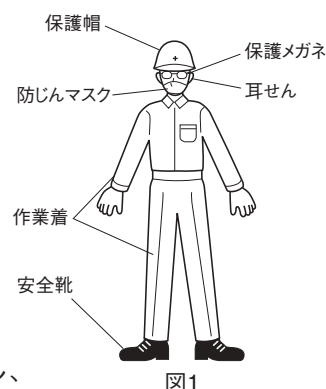

図1
- **作業に適した服装をしてください。(図1)**
- **常に保護メガネを着用してください。(図1)**
- **大きな騒音を発する場合は耳せんを着用してください。(図1)**
- **防じんマスクを着用してください。(図1)**